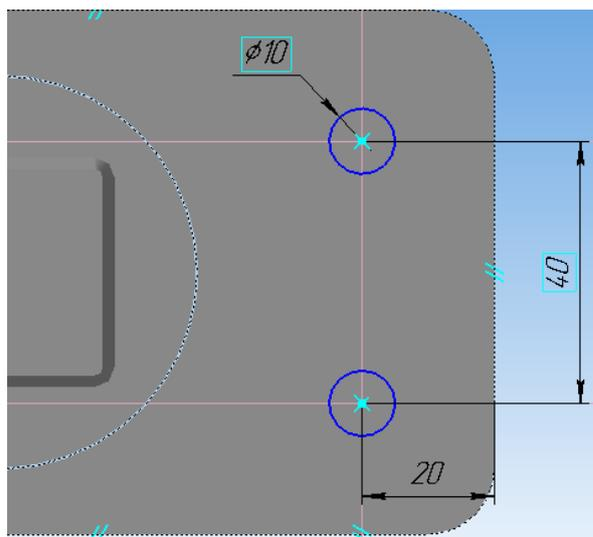

Рисунок 56
16. На верхней поверхности основания выполните два отверстия $\Phi 10$ мм (рисунок 56).